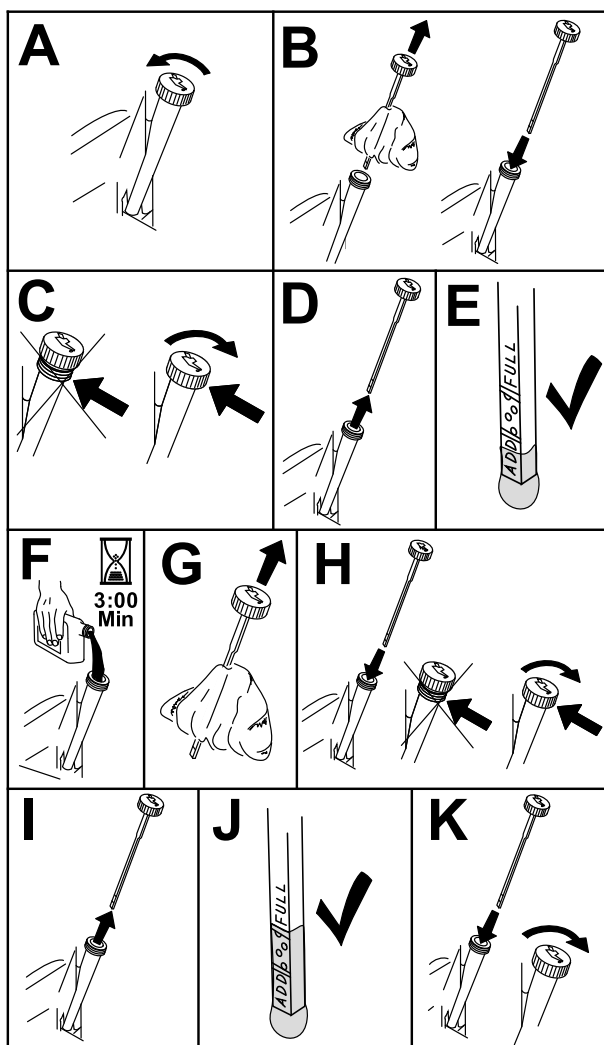

Figure 49
3. Pour éviter de faire tomber de l'herbe, de la poussière, etc. dans le moteur, nettoyez la surface autour du bouchon de remplissage et de la jauge de niveau avant de l'enlever (Figure 49).